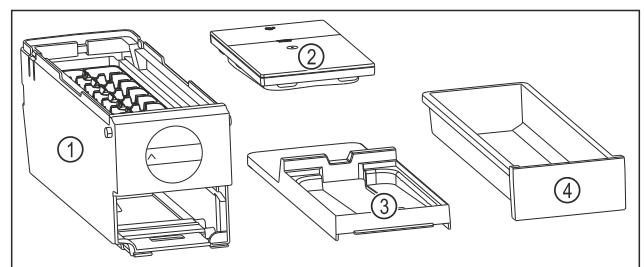

Fig. 114 Sastavni dijelovi sustava EasyTwist-Ice
- ▶ EasyTwist-Ice je rastavljen u četiri dijela. (pogledajte Fig. 114)
- ▶ Sustav EasyTwist-Ice rastavite samo u dijelove prikazane slikom. (pogledajte Fig. 114)
- ▶ Tijelo sustava EasyTwist-Ice Fig. 114 (1) čistite kao cjelinu.